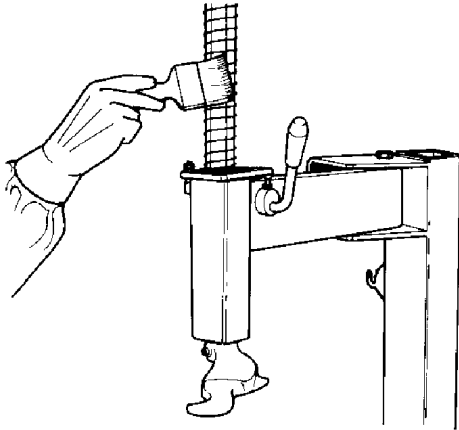

Fig. 6.0-1
A. Limpiar periódicamente la barra hexagonal vertical con detergente líquido. Después, lubricar inmediatamente con un aceite de lubricación ligero (Fig. 6.0-1).